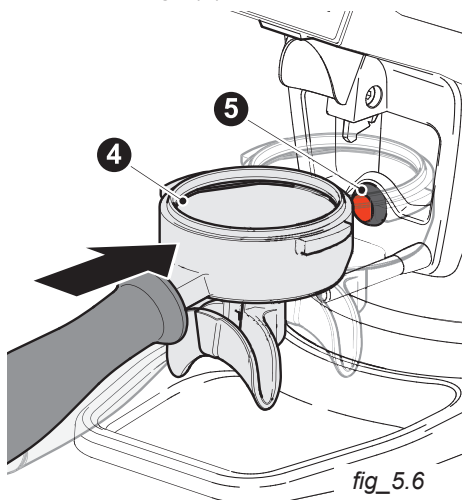

fig. 5.6
- Commencer la mouture en appuyant avec le porte-filtre (4 – fig. 5.6) sur le bouton de démarrage (5).